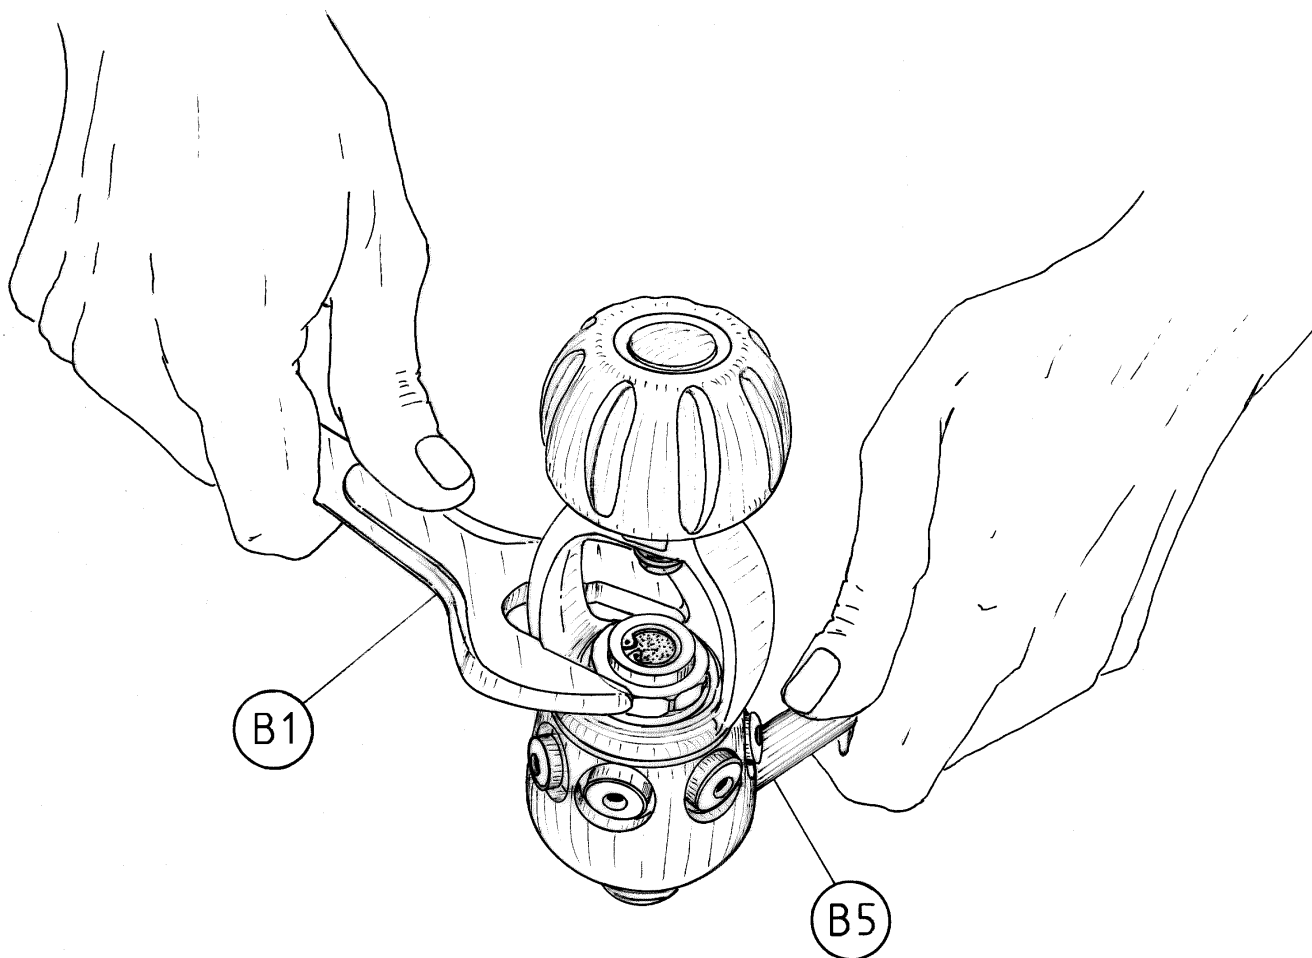

FIG. 1
2. Destornille, con una llave hexagonal de 6 mm (B-8) el perno de bloqueo giratorio D20 (169), liberando el racor giratorio D20 (168) y el racor antiguo D20 (170).
3. Extraiga el perno de bloqueo (169) del racor giratorio (168).
4. Quite el O-Ring (83) del racor antiguo D20 (170), los O-Rings (83) del racor giratorio D20 (168), el O-Ring (171) y los O-Rings (72) del perno de bloqueo giratorio D20 (169).
6. Con un destornillador pequeño de corte quite el casquete de protección (70).
7. Destornille, con una llave especial (B-1), la tuerca de bloqueo de la brida (7) liberando de este modo la brida (3) y el mando de tiraje de la brida (25). (Fig. 1)